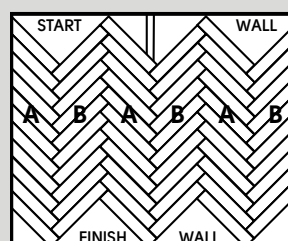

Abb. 8
9. Fahren Sie mit dem Verlegen der „B“-Dielen fort. Wiederholen Sie den Vorgang auf der anderen Seite der ursprünglichen „B“-Dielen mit den „A“-Dielen. Schließen Sie die Verlegung auf die gleiche Weise ab, während Sie die Abstandsklötze in ihrer Position und das rechtwinklige Muster beibehalten (Abb. 8).